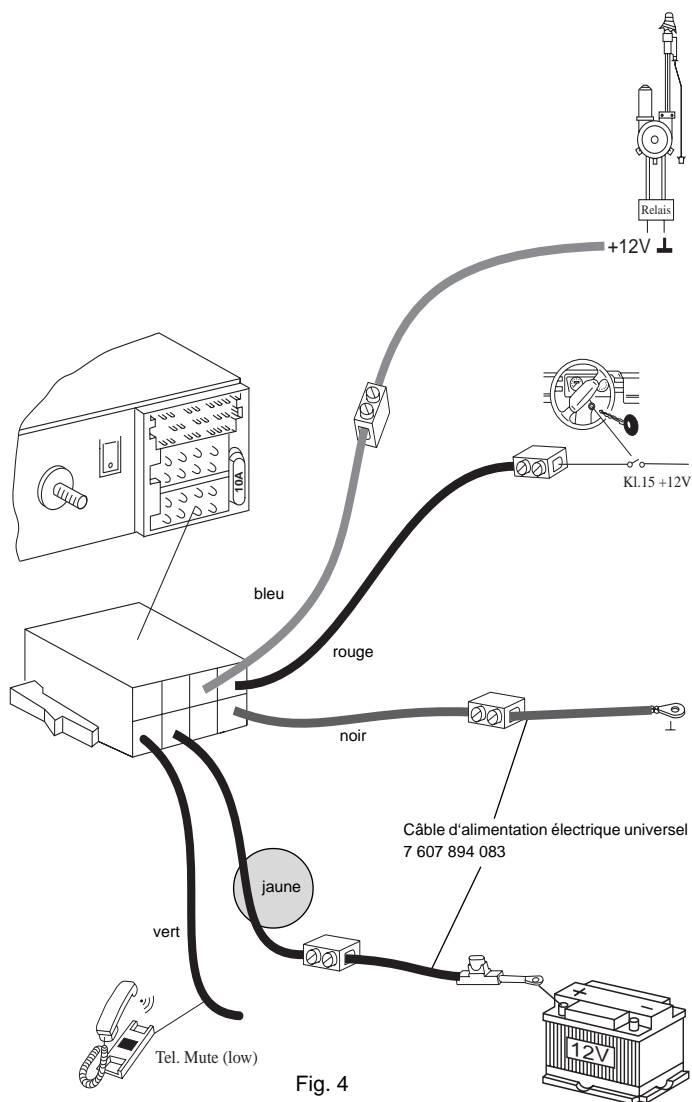

Fig. 4
- Branchement dans les véhicules sans prédispositif Fig. 4